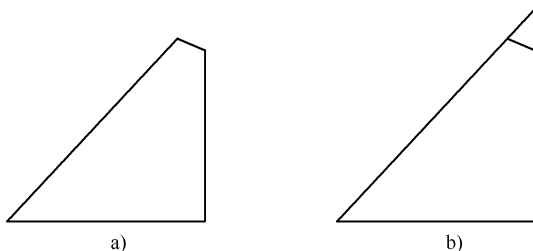

图 6-21 倒角命令示例
(1) **【多段线 (P)】**: 表示对二维多段线按指定的模式倒角。用点选的方式选择一条多段线, AutoCAD 会在多段线的各个顶点处倒直角。
(2) **【距离 (D)】**: 指定新的倒角的两个倒角距离。选择该选项后, 系统会接着提示: “指定第一个倒角距离:” 和 “指定第二个倒角距离:”。
(3) **【角度 (A)】**: 根据一个倒角距离和一个角度进行倒角。执行该选项后, 系统会接着提示: “指定第一条直线的倒角长度:” 和 “指定第一条直线的倒角角度:”。
(4) **【修剪 (T)】**: 指定倒角时是否对相应的倒角边进行修剪。选择该选项后, 系统会接着提示: “输入修剪模式选项 [修剪(T)/不修剪(N)]”, 要求用户选择是否修剪。两种方式如图 6-21 所示。
(5) **【方式 (M)】**: 指定采用什么方式倒角, 即按设定好的两个倒角距离方式倒角还是按距离与角度的方式倒角。执行该选项后, 系统会接着提示: “输入修剪方式[距离(D)/角度(A)]:”。
(6) **【多个 (U)】**: 选择此项, 用户可以选择多个非平等直线或多段线进行倒角。